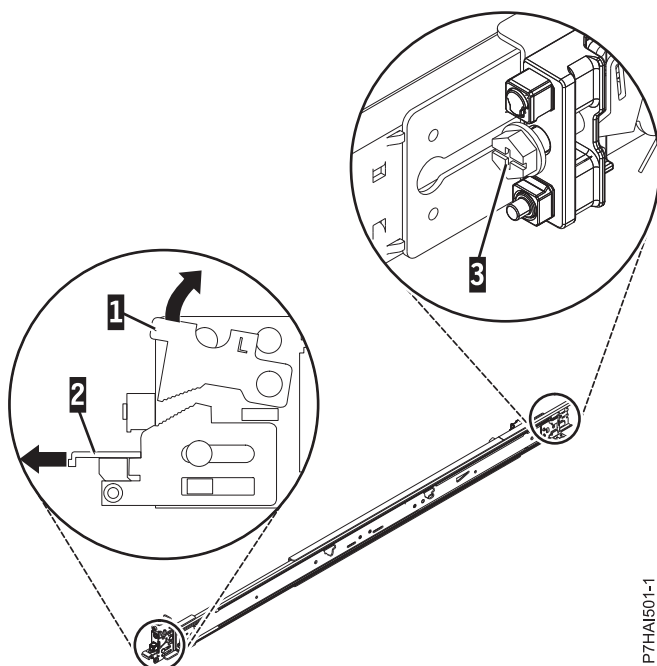

図 19. 前部ラッチを開いて後部のねじを取り外す
2. 前面のロッキング・タブ **(1)** を押し上げて、レールの前部にある前面ラッチ **(2)** を引き出します。次に、レール **(3)** の後部からねじを取り外します。詳しくは、24 ページの図 19 を参照してください。